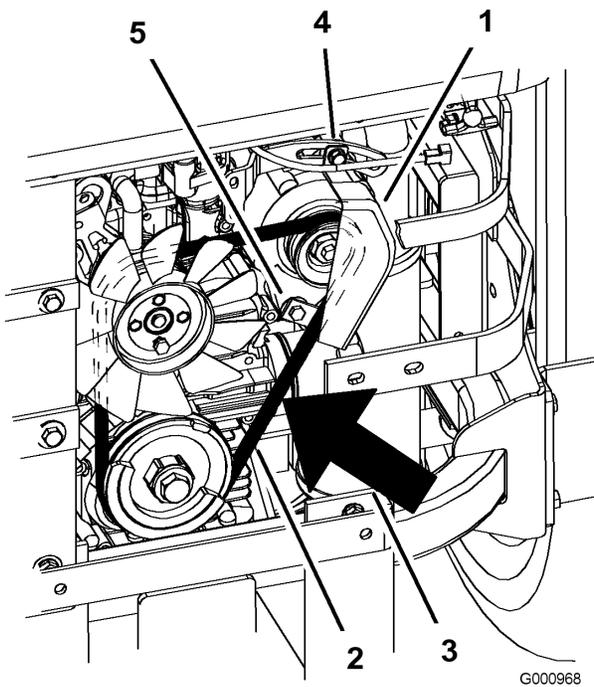

Figura 63
7. Afloje el perno inferior y retire el perno superior que sujeta el alternador y la cubierta (Figura 63).
9. Instale una correa nueva alrededor de las poleas y del alternador (Figura 63).
14. Apriete el perno inferior e instale el perno superior que sujeta el alternador y la cubierta (Figura 63).
2. Ajuste el alternador hacia fuera hasta que quede una desviación de 7 a 9 mm (1/4 a 11/32 pulg.) en la correa entre el motor y las poleas del alternador con un esfuerzo de 10 kgf (22,1 libras) (Figura 63).
5. Si la desviación es correcta, apriete los pernos inferior y superior (Figura 63).